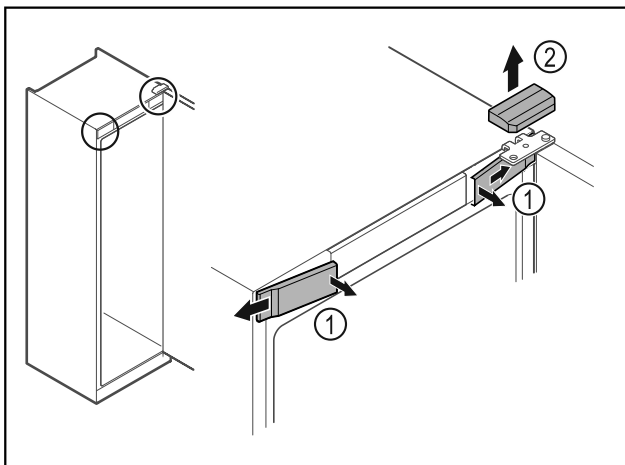

Fig. 8
- Pattintsa ki belül az elülső burkolatokat Fig. 8 (1), és tegye félre.
- Vegye le felfelé a felső burkolatot Fig. 8 (2).